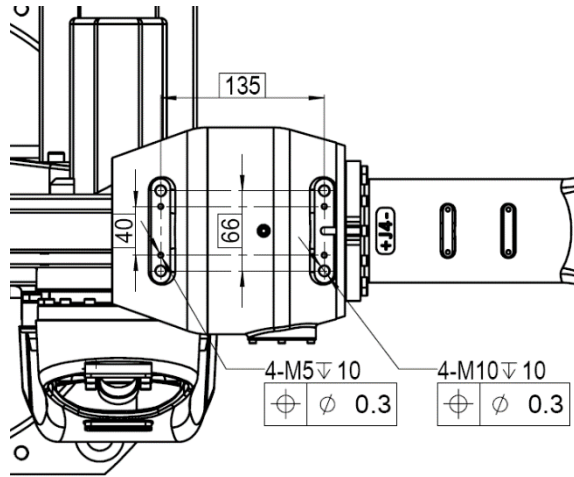

图 7-6 操作机肘部负载接口尺寸示意图
操作机 J3 轴肘部的设备安装孔规格及尺寸如图 7-6 所示。
- 肘部负载质心位置需位于图 7-6 所示安装螺钉 135mmx66mm 区域内部。